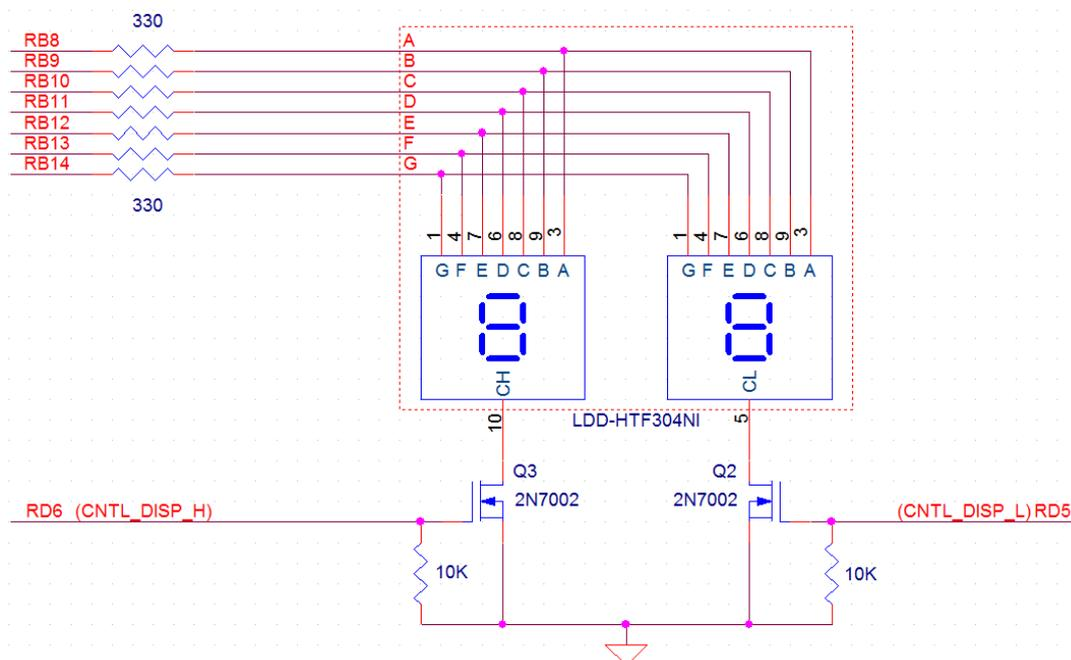

Figura 4. Ligação de um *display* de 7 segmentos duplo ao porto B do PIC32.
Apesar de o componente ser constituído por dois *displays*, existe apenas um conjunto de entradas "A" a "G", que liga internamente às entradas correspondentes dos dois *displays*, tal como esquematizado na Figura 4. A ativação de cada um dos *displays* é feita através das entradas CH e CL, que funcionam como um *enable*, ativo em lógica negativa. Ou seja, para que um *display* esteja ativo é necessário que o respetivo *enable* (CH ou CL) tenha o valor lógico 0.
- Escrever no porto B a combinação binária que ligue apenas o segmento do *display* correspondente ao carácter lido (e apague todos os restantes); note que a Figura 4 contém a informação que determina qual o porto que corresponde a cada segmento: por exemplo, o segmento A está ligado ao porto **RB8**.